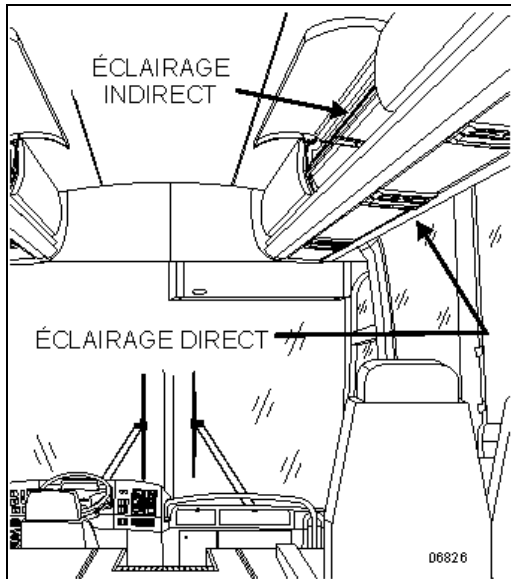

FIGURE 98: ÉCLAIRAGE DU PORTE-BAGAGE À MAIN
1. Tirer sur la lampe pour l'extraire du plafond (FIGURE 98).